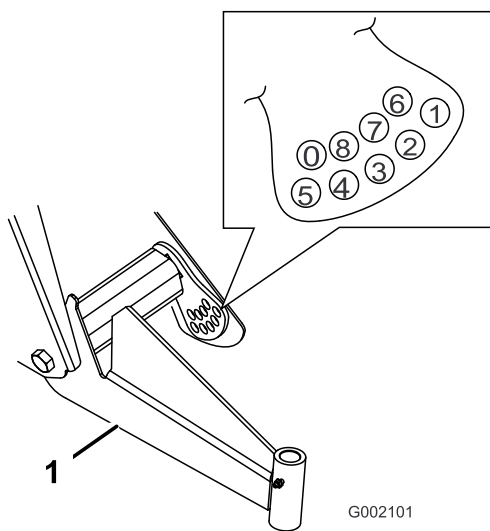

Figure 42
**Remarque:** Les bras triangulés sont en caoutchouc et ont des élasticités différentes. Pour cette raison, ils sont réglés en usine en fonction de leur élasticité. Généralement, les boulons de réglage sont installés dans le trou numéro 2, 3 ou 4 (Figure 42) et cela peut varier du côté gauche (côté conducteur) au côté droit (côté passager). Si les bras triangulés semblent s'affaisser, il faut les déplacer d'un numéro de plus (Figure 42). Chaque trou équivaut à un réglage de 19 mm à la roue. Ceci doit aussi être fait si vous ajoutez des accessoires lourds ou si vous transportez de lourdes charges fréquemment.